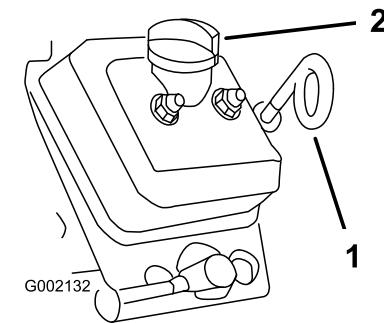

Bild 42
- Reinigen Sie den Bereich um den Ölpeilstab, den Fülldeckel und Füllstutzen und nehmen Sie den Peilstab heraus (Bild 42).
- Entfernen Sie den Fülldeckel und gießen Sie Öl der angegebenen Sorte in den Füllstutzen, bis der Ölstand die Voll-Markierung am Peilstab erreicht (Bild 42).
- Stecken Sie den Peilstab ganz in den Füllstutzen, ziehen Sie ihn dann heraus und prüfen Sie den Ölstand (Bild 42).
- Stecken Sie den Peilstab ganz in den Füllstutzen ein und setzen Sie den Fülldeckel auf den Füllstutzen, bis beide fest sitzen (Bild 42).